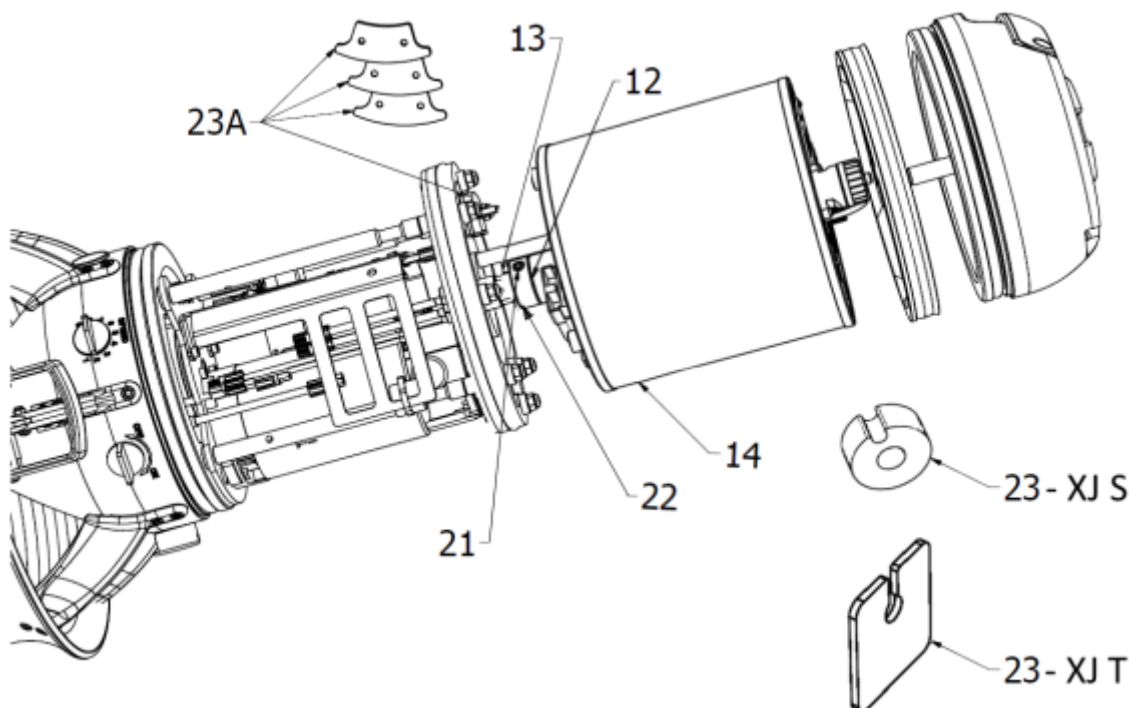

Fig.8 (vista dello scooter senza l'involucro esterno)
Aggiungendo la zavorra mare (23 - 23A, Fig.8), fornita in dotazione, lo Scooter può essere adattato all'utilizzo in acqua salata.
Come rappresentato in fig.8, lo Scooter XJ (sia il modello XJT che il modello XJS) ha in dotazione la zavorra 23. Nel caso fosse necessario, in base alla salinità dell'acqua è possibile regolare ulteriormente l'assetto dello scooter aggiungendo anche la zavorra 23A.
- avvitare i dadi prigionieri (si veda Fig.8). (Nel caso fosse già presente la zavorra 23A NON deve essere rimossa).
E' possibile, inoltre, variare l'assetto rispetto a quello impostato in fabbrica, spostando la batteria lungo il perno (13 - fig.8):